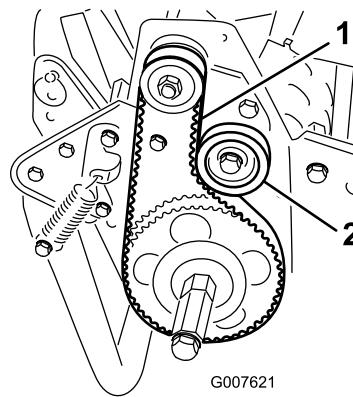

図37
- プーリ間の中央部で図37、1822 N (1.8 - 2.3 kg) 程度の力でベルトを指で押して張りを点検する。ベルトのたわみが6mmあれば適正とする。
- アイドラプーリ固定ナットをゆるめ、プーリをベルトの背に押しつけて、適当な張りを出す図37。